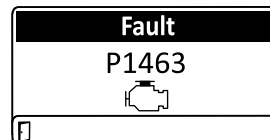

Рисунок 54
- Предупреждение по двигателю (Рисунок 54)